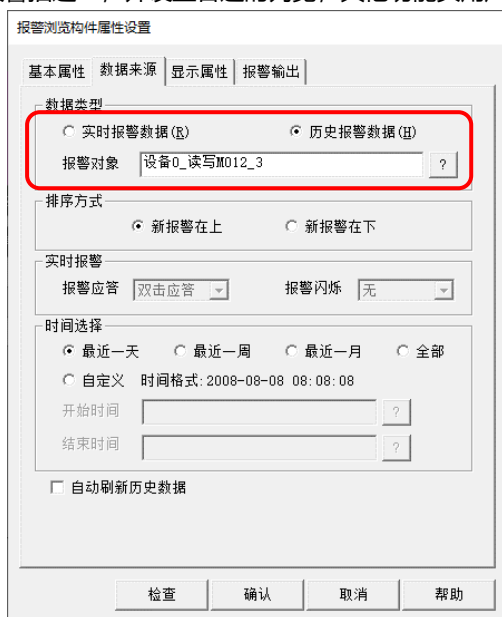

图 4.3-3 数据来源设置
- ③ 双击绘制的“报警浏览构件”，如图 4.3-3 所示：在数据来源页，数据类型选择“历史报警数据”，报警对象选择“设备 0\_读写 M012\_3”；
注意：图 4.3-3 的“报警对象”不关联任何对象，该报警浏览构件将显示实时数据库中，所有勾选了“自动保存产生的报警信息”变量的历史报警数据。